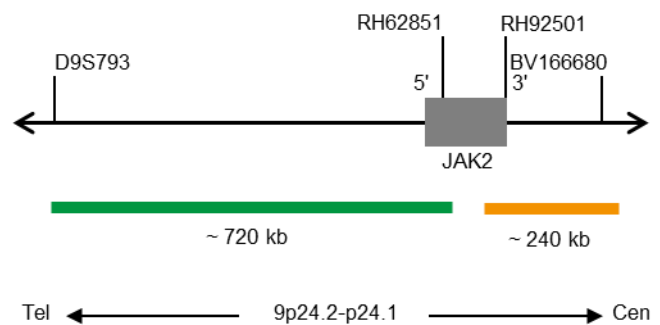

Abb. 1: SPEC JAK2 Sondenlokalisation (nicht maßstabsgetreu)
- ZyGreen (Anregung 503 nm/Emission 528 nm) markierten Polynukleotiden (~10,0 ng/μl), die gegen Sequenzen in 9p24.1-24.2* (chr9:4,311,843-5,031,620) gerichtet sind, welche distal zur JAK2-Bruchpunktregion lokalisiert sind (siehe Abb. 1).
- ZyOrange (Anregung 547 nm/Emission 572 nm) markierten Polynukleotiden (~4,5 ng/μl), die gegen Sequenzen in 9p24.1* (chr9:5,088,700-5,328,239) gerichtet sind, welche proximal zur JAK2-Bruchpunktregion lokalisiert sind (siehe Abb. 1).